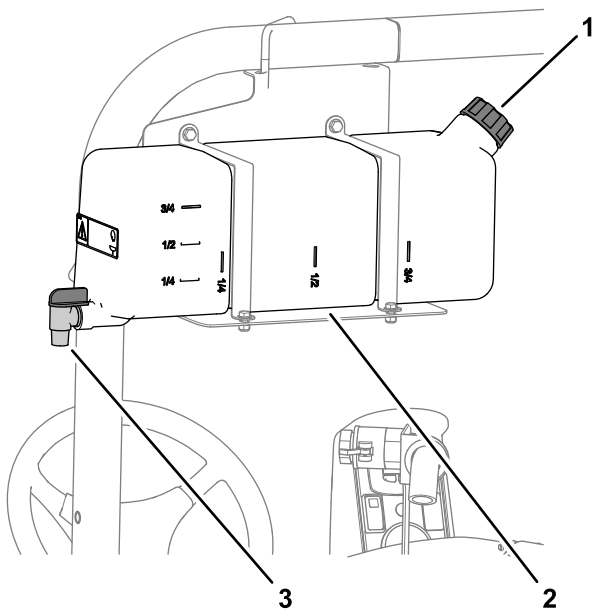

Bild 19
- Schrauben Sie zum Füllen des Behälters den Deckel oben am Behälter ab, füllen Sie den Behälter mit frischem Wasser und schrauben den Deckel auf (Bild 19).
- Drehen Sie zum Öffnen des Hahns am Frischwasserbehälter den Hebel am Hahn (Bild 19).